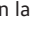

Fig. 154 En la parte inferior de la consola central: tecla Lock de la limitación de velocidad.
La regulación de nivel se desconecta automáticamente si se conecta el modo para elevación del vehículo con la tecla  → fig. 154.
- Pulse la tecla  → fig. 154. Se enciende el símbolo  en la tecla y en la pantalla del cuadro de instrumentos.
- Pulse la tecla  → fig. 154. Se apaga el símbolo  en la tecla y en la pantalla del cuadro de instrumentos.
📘 Con la tecla  → fig. 154 también se puede conectar y desconectar el modo para elevación del vehículo.